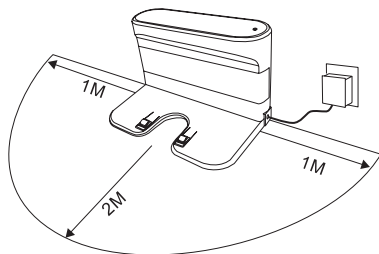

Рис. 1
- Установите зарядную станцию на ровной твёрдой поверхности у стены с соблюдением достаточного свободного расстояния вокруг неё (как показано на рис. 1). Подключите станцию к сети с помощью адаптера питания. Расположите провод таким образом, чтобы исключить наезд пылесоса на него.